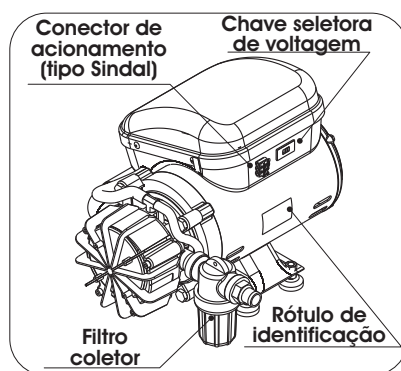

Fig. 6
- Conecte o filtro coletor de resíduos na entrada de sucção (Fig. 6, pág. 8), em seguida, conecte a mangueira corrugada no filtro coletor. Lembre-se de colocar a braçadeira antes de encaixar a mangueira, aperte-a com firmeza.
Antes de realizar o contato, tenha sempre à mão o modelo do equipamento, voltagem, número de série e data de fabricação, que se encontram no rótulo de identificação, localizado na parte posterior do equipamento (Fig. 6, pág. 8) e uma descrição do problema.